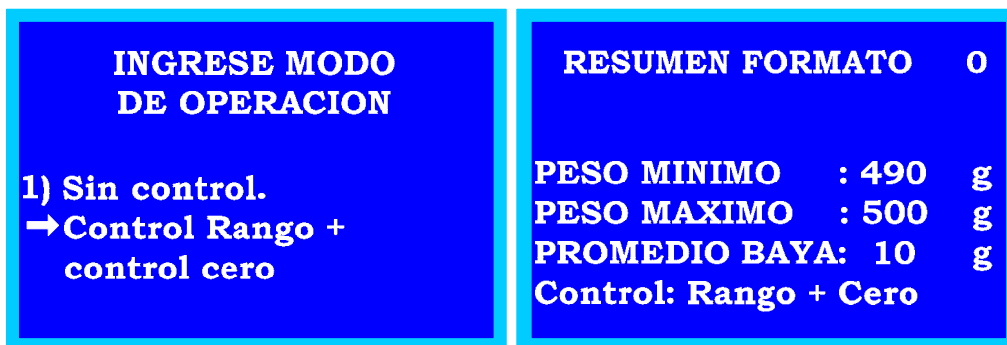

Figura 2.5: Muestra la pantalla final de la configuración con control “**rango + cero**”.
En caso de seleccionar la opción con control rango + control cero, entonces YTScale® toma la decisión de bloquear la máquina si no se cumple con un procedimiento de llenado y retiro de la cesta. Es decir, si el operador llegó al rango de trabajo ajustado, aparecerán en pantallas las flechas laterales indicando el hecho, lo cual permite al operador retirar la cesta y cerrarla, mientras se procede a hacer ese trabajo, YTScale® recupera el cero, es decir lleva a cero el valor de pesaje para que se vuelva a repetir el trabajo de llenado de cesta. Si por lo contrario, el operador al momento de retirar la cesta pesada, coloca instantáneamente otra, entonces YTScale® se bloqueará, ya que no logró llevar a cero a la balanza entonces debe desbloquear la balanza ingresando su password. Existen dos tiempos que pueden hacer que YTScale® se bloquee, uno es el tiempo que hay por defecto en recuperar el valor cero en la balanza, el cual es aproximadamente 1 (s), mientras que el tiempo de bloqueo es algo que se puede ajustar, para ajustar este tiempo refiérase a la sección “**2.2.5.4 tiempo de bloqueo**” de este capítulo. La figura 2.5 muestra la pantalla final de la configuración con control rango + control cero.
- 3.- Se desplegará una pantalla mostrando el resumen del formato guardado en la memoria que se recuperó, como se muestra en la figura 2.5 de esta sección.